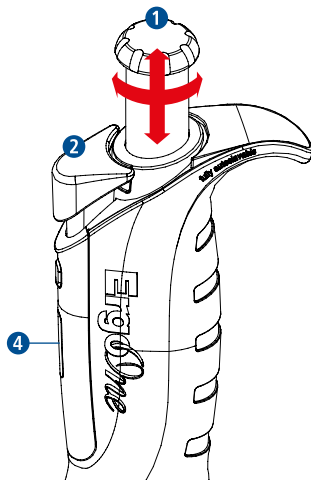

Fig.1
Déverrouillez le blocage du mécanisme de réglage du volume en tirant le bouton de commande ❶. Un déclic se produit. Tournez le bouton dans le sens des aiguilles d'une montre pour diminuer le volume à pipeter; pour l'augmenter, tournez le bouton ❶ dans le sens inverse des aiguilles d'une montre. Le volume réglé est lisible de haut en bas sur l'affichage du volume à 4 chiffres ❷. Le trait de séparation blanc indique l'emplacement du séparateur décimal. Lorsque vous augmentez le volume, dépassez la valeur d'1/3 de tour et redescendez doucement jusqu'au volume désiré. Une fois le volume réglé, vous pouvez verrouiller le bouton ❶ en le repoussant vers le bas. Un nouveau déclic se produit. La pipette est désormais prête à être utilisée (Fig.1).